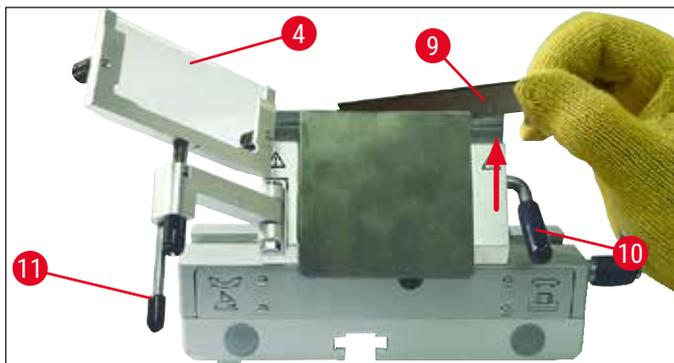

Fig. 31
2. Ouvrez le levier de serrage (→ Fig. 31-10) en le tournant dans le sens inverse des aiguilles d'une montre (→ "Fig. 31").
3. Insérez la lame (→ Fig. 31-9) avec précaution par le haut ou le côté, entre la plaque de pression et le support de lame. Ce faisant, veillez à ce que la lame soit bien centrée au milieu et à ce qu'elle repose uniformément sur le support (voir la flèche rouge à la (→ "Fig. 31").